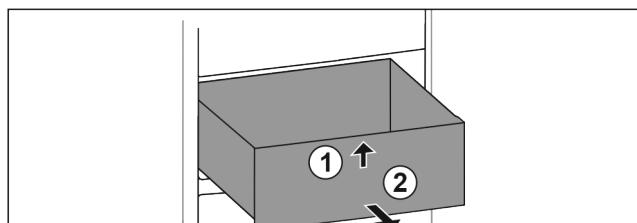

Fig. 102
- Schubfach vorne anheben. Fig. 102 (1)
- Schubfach nach vorne entnehmen. Fig. 102 (2)